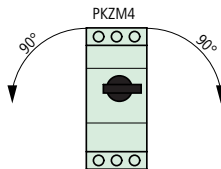

Abbildung 7: Zugelassene Einbaulage für Motorschutzschalter PKZM4
► Montieren Sie den Motorschutzschalter nur wie in Abb. 7 dargestellt.